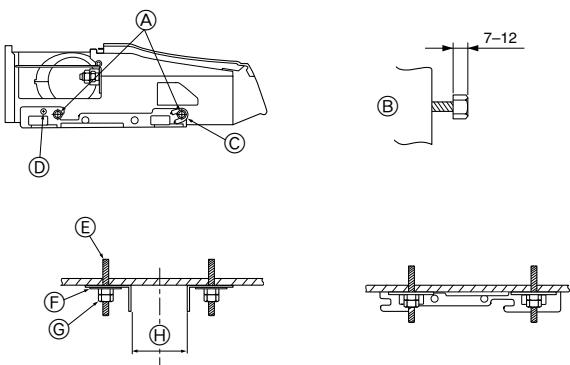

Fig. 3-7
2) Εγκατάσταση του προσαρτήματος στήριξης πρώτα στην οροφή (Fig. 3-7)